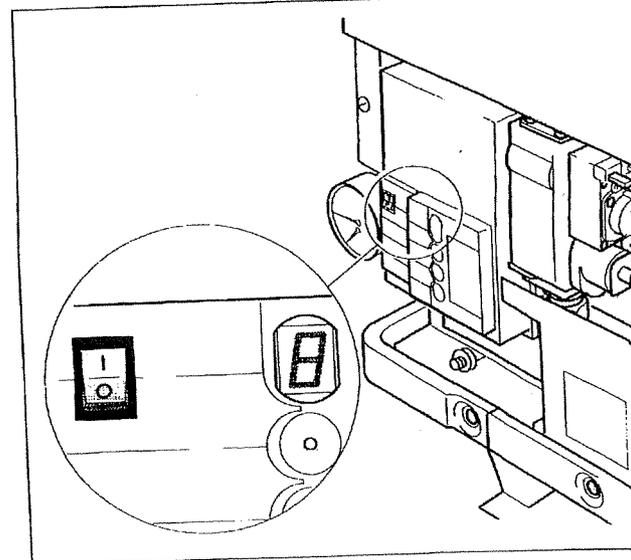

Fig. 16 Accensione bruciatore
- ◆ Mettere l'interruttore di accensione in posizione "I" (Fig. 16). Il bruciatore si accenderà dopo ca. 30 sec.